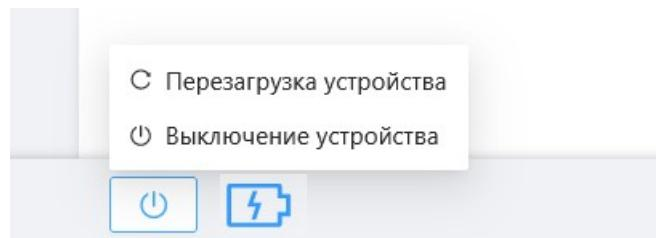

Рисунок 16
3.9.1. В левом нижнем углу окна СК расположены кнопка выключения и перезагрузки и индикатор аккумуляторной батареи (далее – АКБ) . При нажатии с помощью манипулятора на кнопку выключения и перезагрузки открывается меню согласно рис. 16.